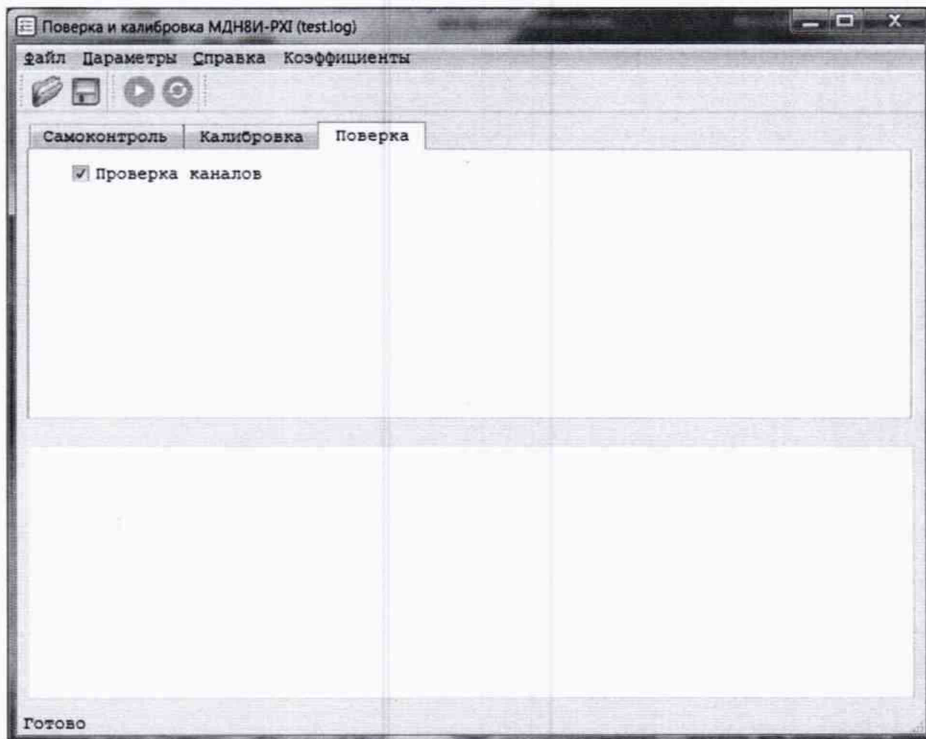

Рисунок 3
11.3 В открывшейся программной панели выбрать вкладку «Поверка», выбрать режим работы «проверка каналов» (см. рисунок 3).